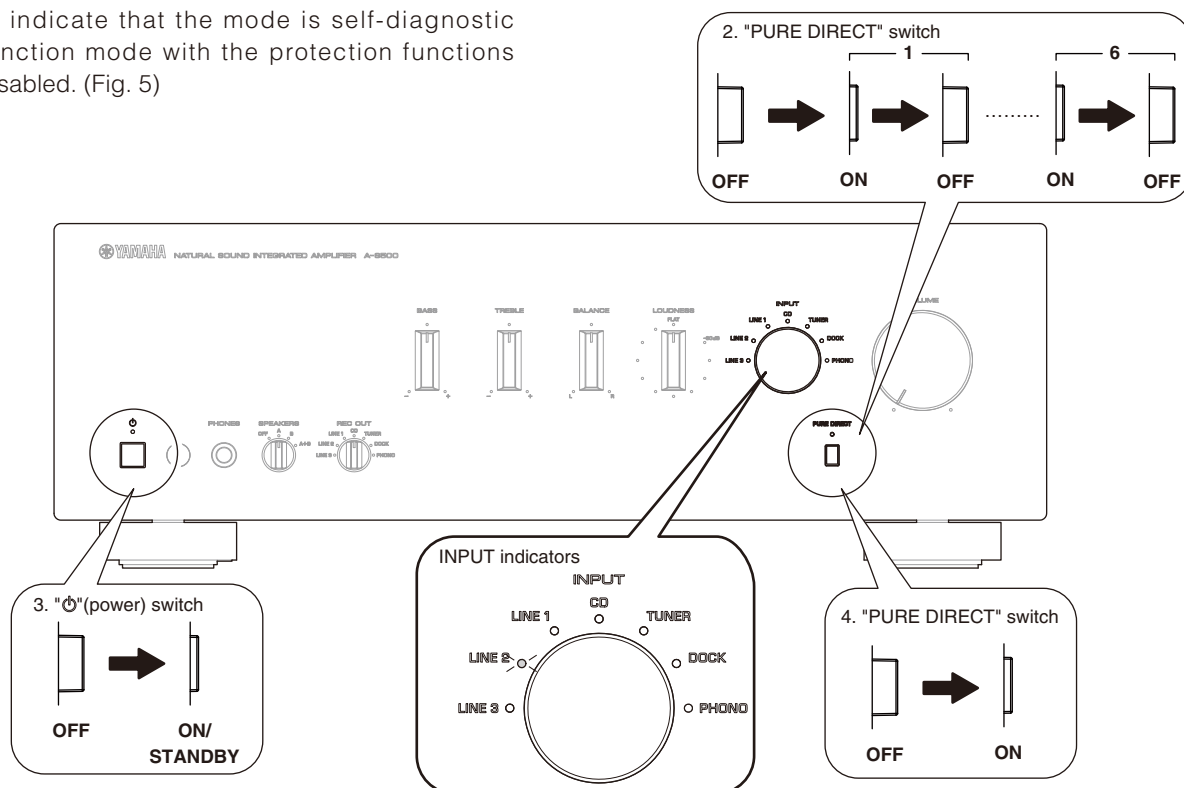

Fig. 5
1. With the power to this unit turned on, press "⏻" (power) and "PURE DIRECT" switches to turn them off respectively. (Fig. 5)
2. Repeat pressing "PURE DIRECT" switch to turn it ON/OFF 6 times. (Fig. 5)
3. Press the "⏻" (power) switch inward to turn on the power. (Fig. 5)
4. Press the "PURE DIRECT" switch inward to the ON position. (Fig. 5)
In this mode, the "LINE 2" INPUT indicator flashes to indicate that the mode is self-diagnostic function mode with the protection functions disabled. (Fig. 5)
1. 電源が入れられた状態で、「⏻」(パワー)スイッチ、「PURE DIRECT」スイッチを押し、それぞれOFFにします。(Fig. 5)
2. 「PURE DIRECT」スイッチを6回ON/OFFします。(Fig. 5)
3. 「⏻」(パワー)スイッチを押して電源を入れます。(Fig. 5)
4. 「PURE DIRECT」スイッチを押してONにします。(Fig. 5)
このモードでは「LINE 2」INPUT インジケータが点滅し、プロテクションを解除した状態でのダイアグモードであることを知らせます。(Fig. 5)